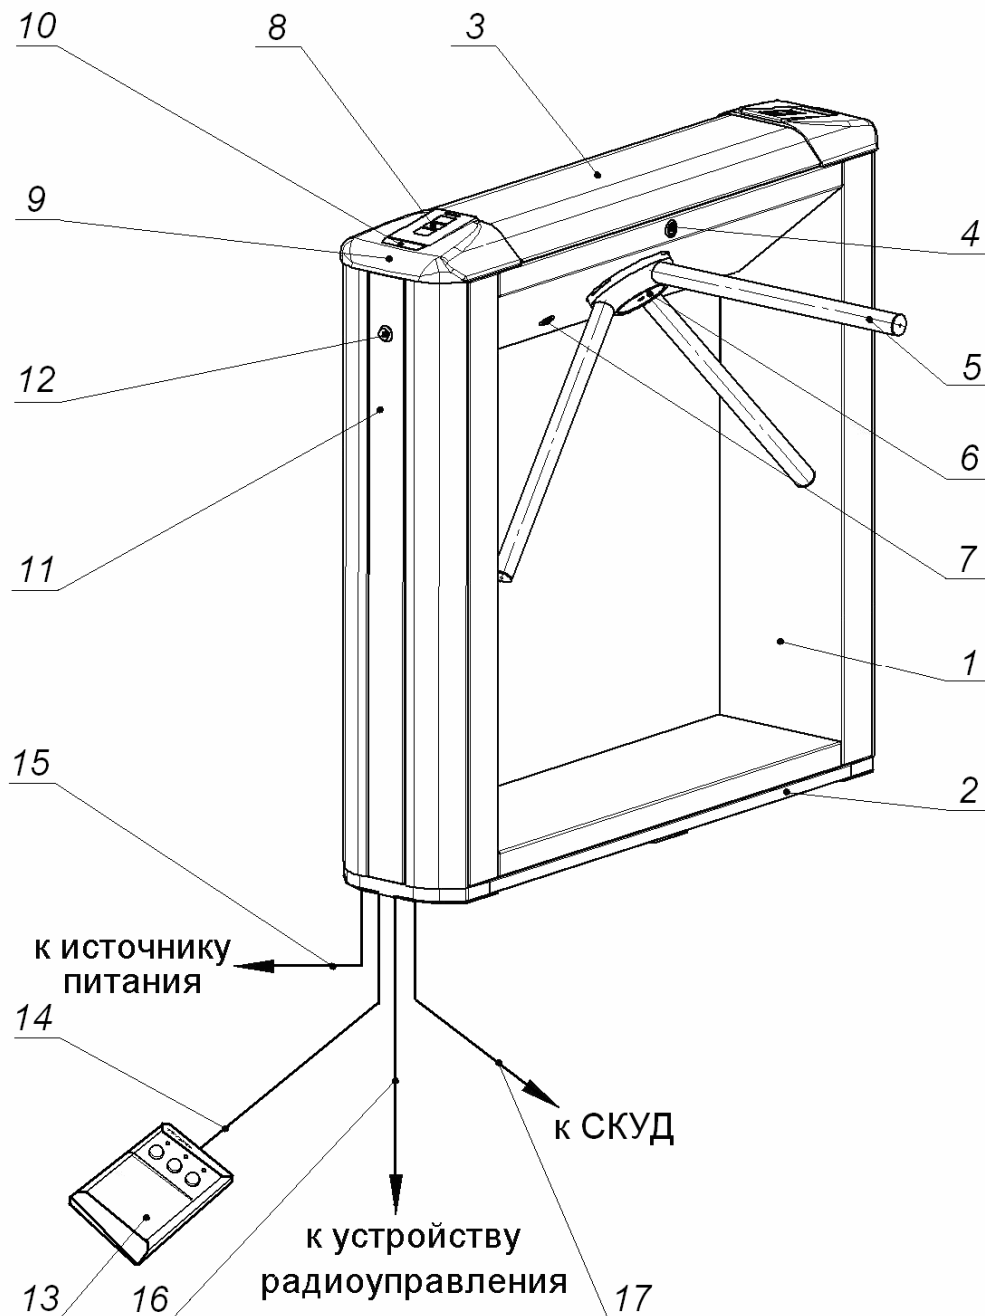

Рисунок 2. Общий вид турникета
5.2.1 Общий вид турникета показан на рис. 2. Номера позиций в тексте руководства указаны в соответствии с рис. 2, кроме случаев указанных особо.